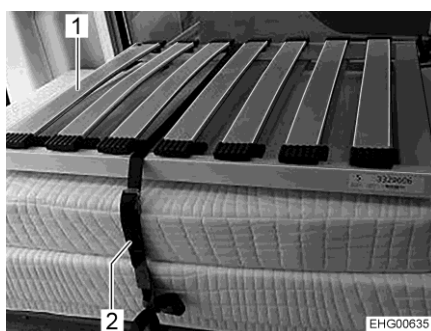

Fig. 32 Letto in coda (posizione di trasporto)
- Staccare la cintura di ritegno (Fig. 32,2).
- Posare le reti dei letti (Fig. 32,1) una dopo l'altra sopra il corridoio centrale (sulle barre dell'armadio in basso).
- Impilare i cuscini e le reti dei letti, come illustrato nella Fig. 32, sull'armadio in basso a sinistra.
- Fissare i cuscini e le reti dei letti con la cintura di ritegno (Fig. 32,2). A tale scopo, infilare la cintura di ritegno negli occhielli previsti e avvolgerla intorno ai cuscini e alle reti dei letti.